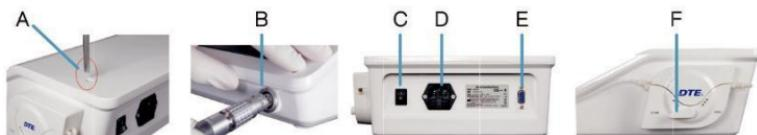

Fig. 6
**Peligro:** No instale el dispositivo sobre o cerca de fuentes de calor. Instálelo de forma que circule el aire adecuadamente. Deje suficiente espacio libre alrededor, especialmente en relación con el ventilador trasero. (Fig. 6)
El pedal del Surgery-X(LED) no debe activarse cuando la puerta de la bomba peristáltica esté abierta. (Fig. 5—Ref. A). Las piezas móviles podrían lesionar al operador. 6.3.2 Inserte la varilla para sujetar la bolsa en los orificios previstos para ello (Fig. 6—Ref. A);
6.3.3 Conecte el pedal a la carcasa del dispositivo insertando el enchufe en el zócalo del pedal (Fig.6—Ref.E);
6.3.4 Conecte el cable de alimentación al conector situado en la carcasa del dispositivo (Fig.6— Ref.D) y luego a la toma de corriente;
6.3.5 Inserte el tubo del cable Surgery-X(LED) en el conector del cable del dispositivo (Fig.6—Ref.B);
6.3.9 Presione el botón “on/off” (Fig.6—Ref.C), luego podrá utilizar el dispositivo.
- 7.5.4 Asegúrese de que la pieza de mano Surgery-X(LED) esté correctamente conectada al conector de la pieza de mano (Fig.6-Ref.B);